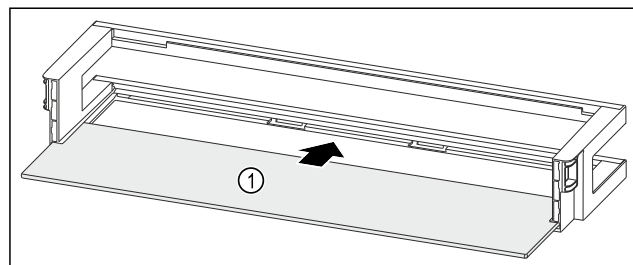

Fig. 134 Polica u vratima s policom za odlaganje
- Policu za odlaganje Fig. 134 (1) gurnite u bočne otvore.